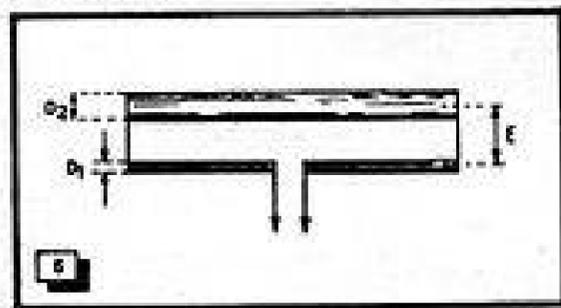

Fig. 6. — Dimensions déterminant l'impédance d'un trombone.
Heureusement, nous avons encore une superbe ressource à notre portée : celle de constituer le trombone par des conducteurs de diamètres différents (fig. 6).
- Du rapport  $E/D_2$ , de l'écartement d'axe en axe (fig. 6) au diamètre du conducteur non coupé.